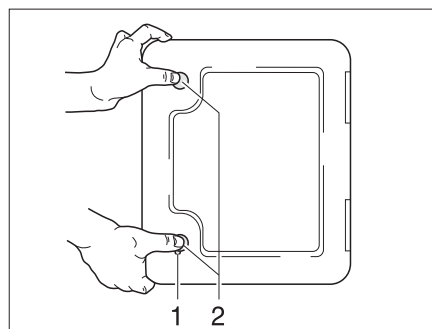

Fig. 160 Sportello per la cassetta Thetford
Lo sportello della cassetta Thetford (Fig. 160) si trova all'esterno del veicolo.
- Inserire la chiave nel cilindro della serratura a pressione (Fig. 160,1) e ruotare in senso orario di un quarto di giro.
- Premere contemporaneamente con i pollici entrambe le serrature a pressione (Fig. 160,2) e aprire lo sportello per la cassetta Thetford.